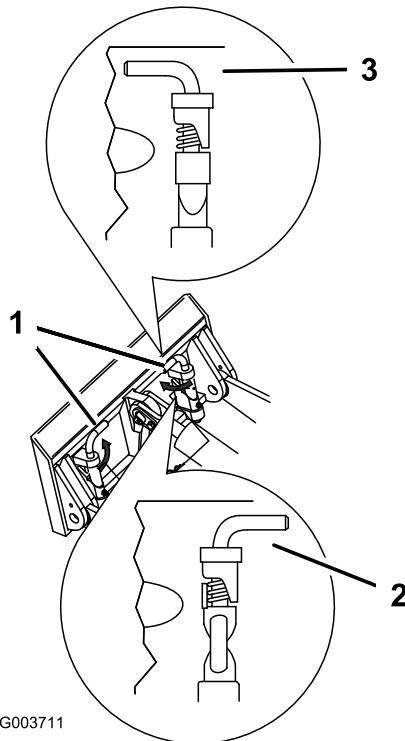

Figure 21
- Engagez complètement les goupilles à fixation rapide dans la plaque de montage (Figure 21).